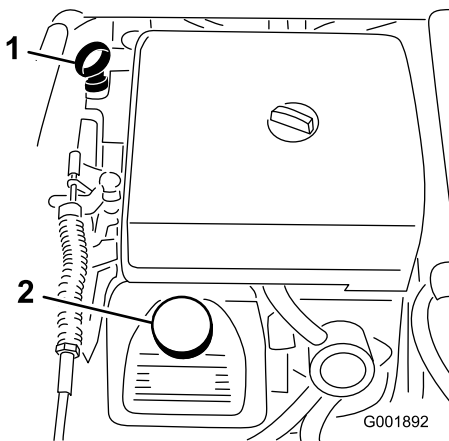

Bild 21
2. Nehmen Sie den Peilstab heraus und wischen Sie ihn mit einem sauberen Lappen ab (Bild 21). Stecken Sie den Peilstab in das Rohr und stellen Sie sicher, dass er vollständig eingeführt ist. Nehmen Sie den Peilstab heraus und prüfen Sie den Ölstand.
3. Wenn der Ölstand niedrig ist, nehmen Sie den Deckel des Einfüllstutzens von der Ventilabdeckung ab (Bild 21) und füllen Sie Öl auf, bis der Ölstand die Vollmarke am Peilstab erreicht. Angaben zur richtigen Ölsorte und zur Viskosität finden Sie unter „Warten des Motoröls“ im Wartungsabschnitt. Gießen Sie Öl langsam ein und prüfen Sie den Ölstand häufig während des Füllens. Füllen Sie nicht zu viel ein.